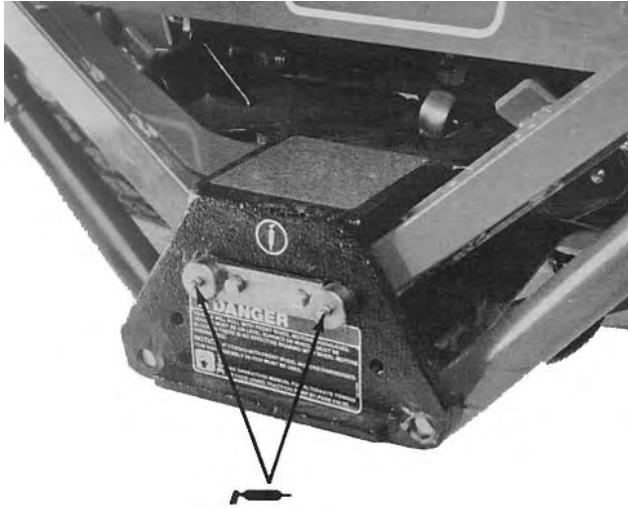
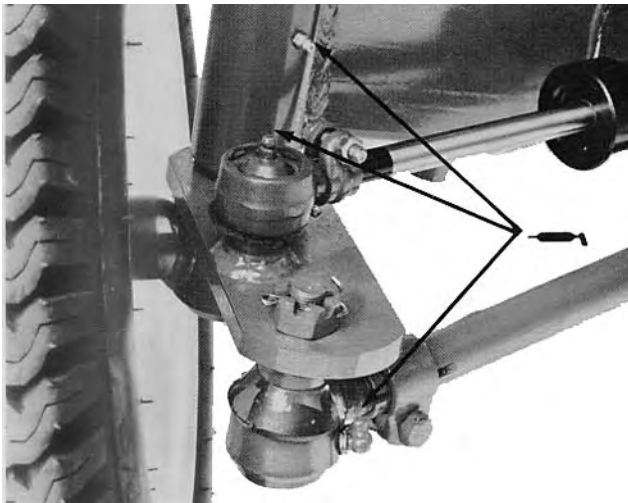
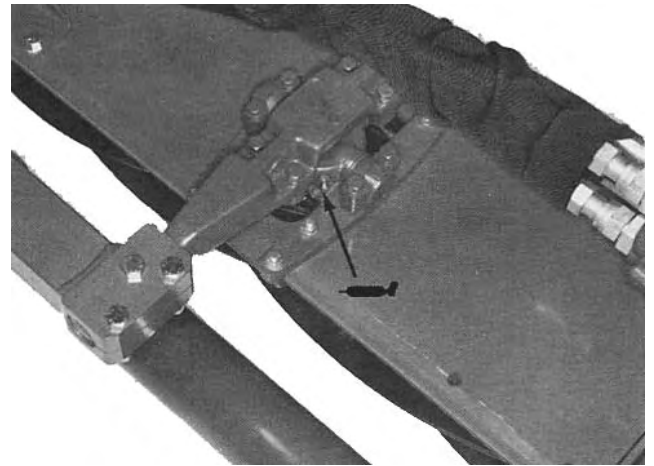
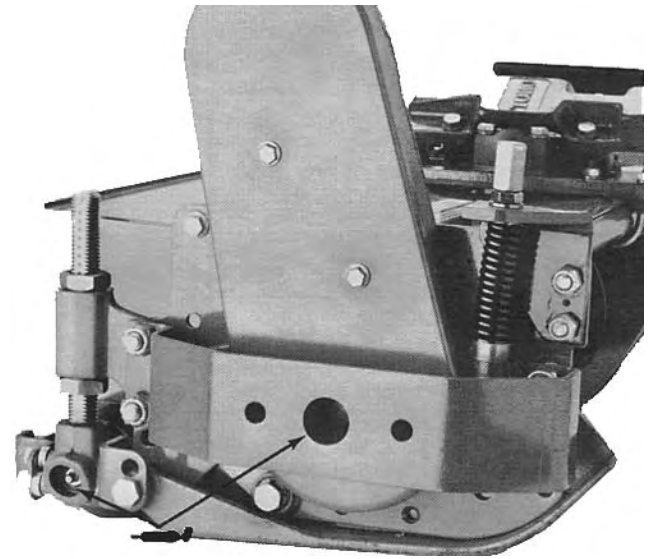

Figure 24
Figure 25
Figure 26
Figure 27
Les graisseurs de la machine doivent être lubrifiés toutes les 50 heures de fonctionnement avec de la graisse universelle au lithium N° 2. Lubrifiez les graisseurs immédiatement après chaque lavage, quelle que soit la fréquence d'entretien indiquée. Les points de lubrification sont les suivants : bras de relevage (5) (Fig. 24), essieu arrière (6) (Fig. 25), pivots de kit tête fixe ou flottante (Fig. 26) et roulements de rouleaux et cylindres de plateaux de coupe (Fig. 27). Graissez également le graisseur de la vanne de commande des cylindres (non représenté), situé sous la console droite.
Remarque : Enlevez les capuchons en plastique des graisseurs sur les pivots du kit tête fixe ou flottante et remettez-les en place une fois le graissage terminé (Fig. 26).